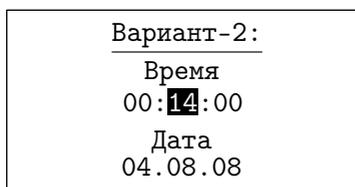

Рис. 3.31
3.5.5. "Автозапуск" - установка времени запуска процесса регистрации. Действует только, если задан "Пуск по расписанию" в пункте меню "Режим пуска/стопа" (Рис. 3.31).